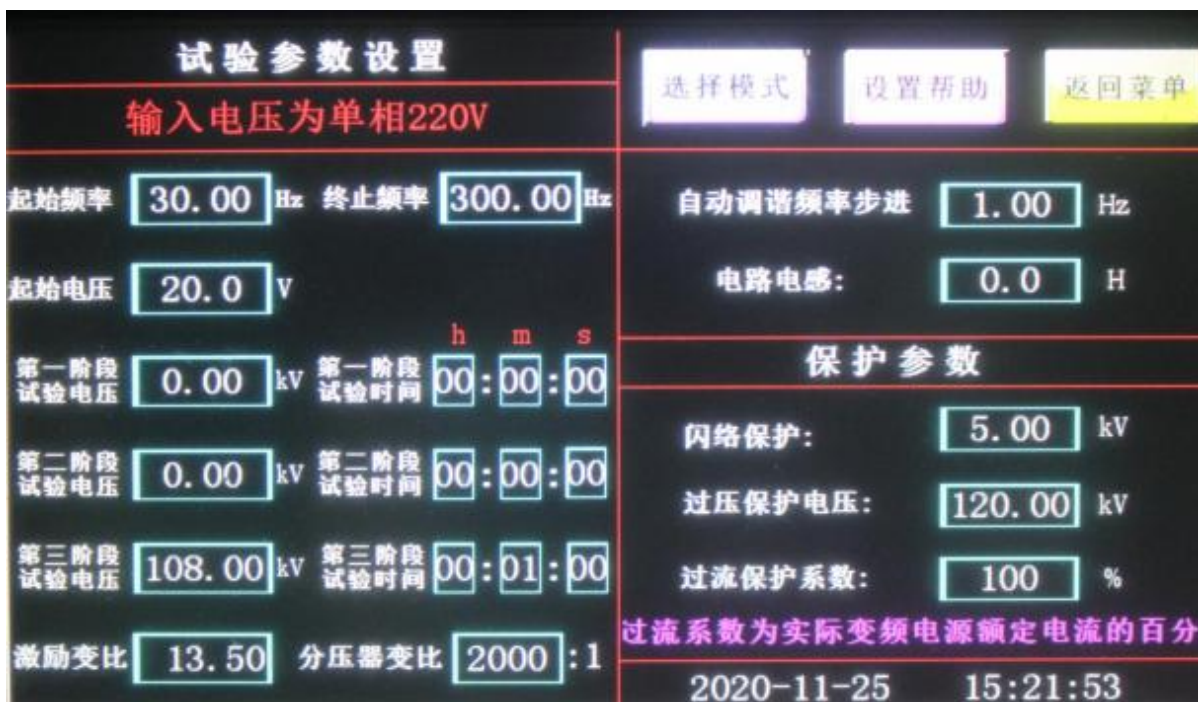

图3
4.2.2. 试验参数设置：在每次试验前必须正确设置当次试验是的各种参数！点击“参数配置”后，液晶的显示界面如图3所示。